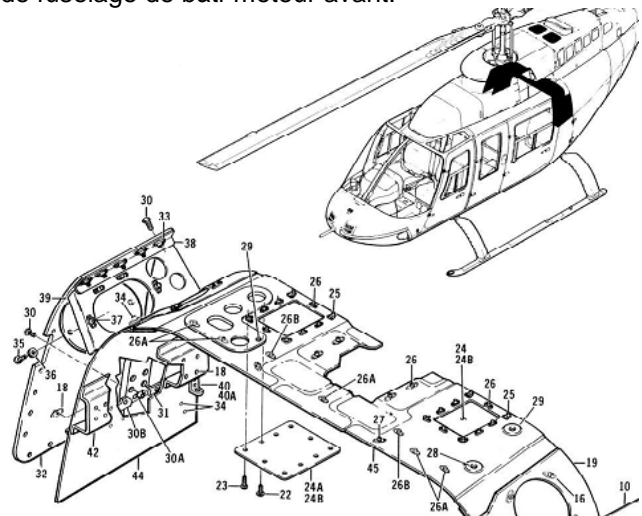

Figure 1.
Durant certaines parties de l'inspection progressive, il faut ouvrir les ensembles de porte indiqués à la figure 1 (éléments 24, 24A et 24B) afin d'inspecter le matériel arrière le plus profond des ensembles de soutien de pylône pour la transmission et la structure de fuselage de bâti-moteur avant.
1. Chaque fois que les ensembles des portes droite et gauche précisés à la figure 1 (éléments 24, 24A et 24B) de la présente ASAC sont retirés, déterminer la présence de fumée ou de l'usure par frottement sur les rivets, et des fissures en effectuant une inspection détaillée couvrant entièrement la structure interne des FS142.7 à FS155.00. Dans les cas des zones dont l'accès est limité, il est recommandé d'utiliser un miroir et une lampe de poche pour faciliter l'inspection visuelle.
4. Submit an SDR for each reportable service difficulty to TC in accordance with the reporting requirement of Part V, subpart 21 (521) of the Canadian Aviation Regulation (CAR). For all other rotorcraft not affected by the CAR, report defects in accordance with local reporting requirements.